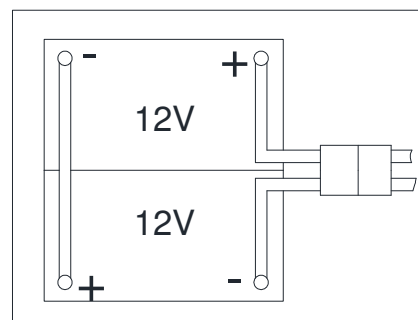

Рисунок 3
Машине необходимы две 12 В батареи, подключенные в соответствии с диаграммой (Рисунок. 3).
6. Откройте крышку бака грязной воды (1) и убедитесь, что бак (25) пустой; в противном случае слейте его при помощи сливного шланга. (22)
7. Закройте крышку бака грязной воды (1).
8. Аккуратно переверните бак (25).
10. Направьте и установите кабель батарей, как показано на (Рисунок 3), затем аккуратно зафиксируйте гайку на каждом выводе батарей.
11. На каждый вывод поместите защитный колпачок, затем подсоедините соединитель батарей (54).
12. Аккуратно опустите бак грязной воды (25).